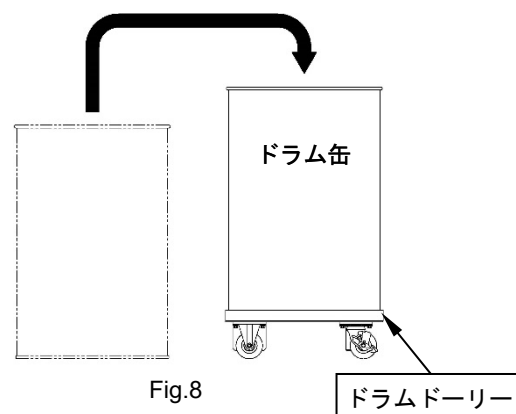

Fig.8
- 2) 市販のドラムポーターなどを使用して、ドラム缶をドラムドーリーに載せてください。（Fig.8）